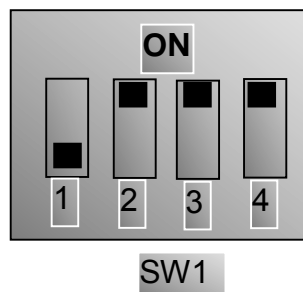

Figura 8-5
- xiii. Il morsetto di uscita analogico AO1 può emettere segnale di tensione e di corrente, l'interruttore di selezione è J5, vedere la Figura 8-5, la relazione di uscita è mostrata nella **Tabella 5-4**.